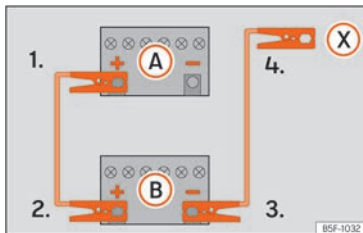

Fig. 43 Schéma de branchement pour les véhicules non équipés du système Start-Stop.
véhicule dont la batterie est déchargée (A) » » » fig. 43.
3. Raccordez l'autre extrémité du câble de démarrage rouge à la borne positive (+) du véhicule fournissant le courant (B).
- 4a. Sur les véhicules sans système Start-Stop : raccordez une extrémité du câble d'urgence noir à la borne négative (-) du véhicule fournissant le courant (B) » » » fig. 43.